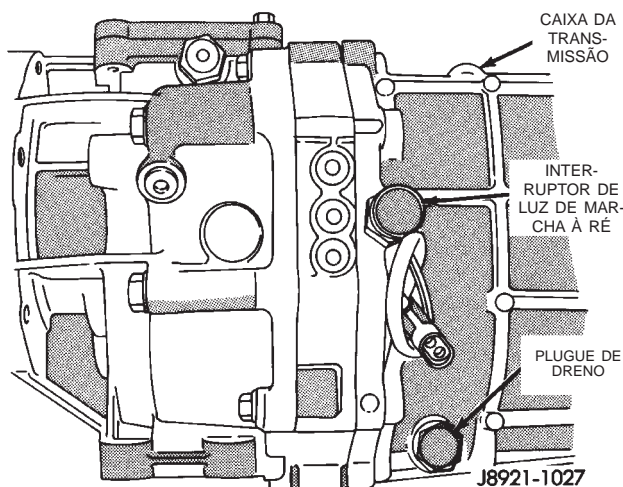

Fig. 6 Localização do Plugue de Dreno e Interruptor de Marcha à Ré
4. Drene o fluido da transmissão (Fig. 6).